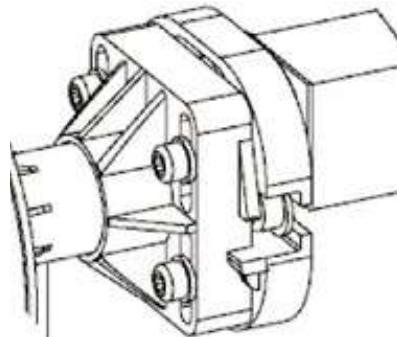

Figura 41 – Montaggio dell'asse sul supporto del cuscinetto
Posizionare l'asse della copertura automatica sulla flangia di supporto del cuscinetto (*Figura 41*).
Procedere quindi al livellamento dell'asse: mediante una livella posta sull'asse della copertura, regolare la posizione del cuscinetto nel suo supporto se necessario, tramite le quattro viti che collegano il cuscinetto alla rispettiva flangia di supporto (vedi *Figura 41*). Quando l'asse è orizzontale, bloccare queste quattro viti.
Montare le due staffe di supporto delle pareti divisorie (12) sulle piastre (5) tramite quattro dadi (14) e quattro rondelle (13) di diametro 8 mm in acciaio inox A4. Assicurarsi che i binari sui quali sono presenti i fori obblunghi sulle staffe (12) siano situati sul lato opposto allo skimmer e all'asse della copertura automatica (vedere zoom sulle staffe di supporto delle pareti divisorie (12) nella Figura 41).